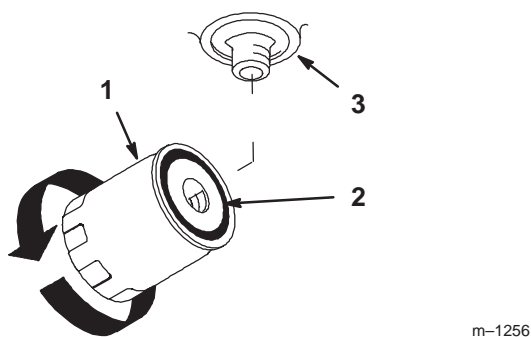

Figure 55
- Appliquez une fine couche de liquide hydraulique sur le joint en caoutchouc du filtre de rechange (Fig. 55).
- Quand le liquide déborde, tournez le filtre dans le sens horaire jusqu'à ce que le joint en caoutchouc touche l'adaptateur, puis donnez un demi-tour supplémentaire (Fig. 55).